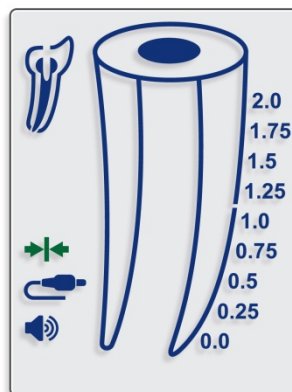

Fig. 3
- 7.3.2. "Tilslutning"-ikon  vises på displayet, hvilket indikerer korrekt tilslutning (fig. 3).